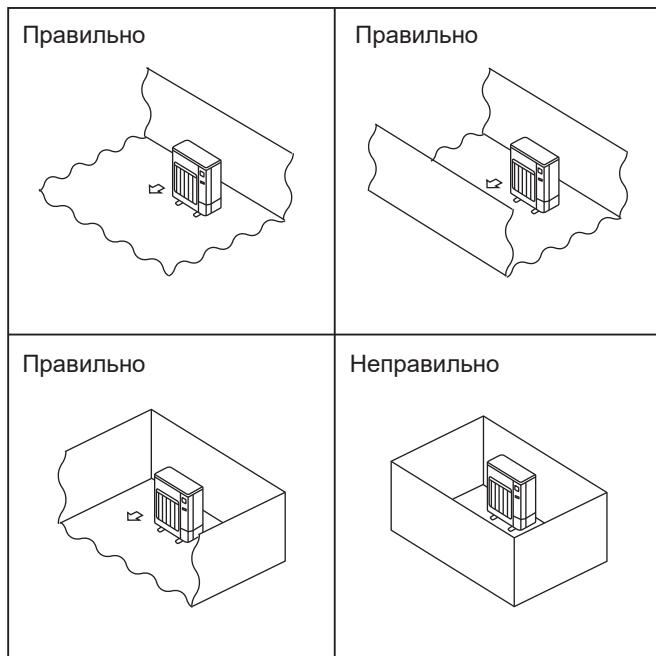

Fig. 2-1
- ◎ Устанавливайте наружные приборы в достаточно большом пространстве без препятствий, либо так, чтобы, по крайней мере, одна из четырех сторон прибора была открыта. (Fig. 2-1)